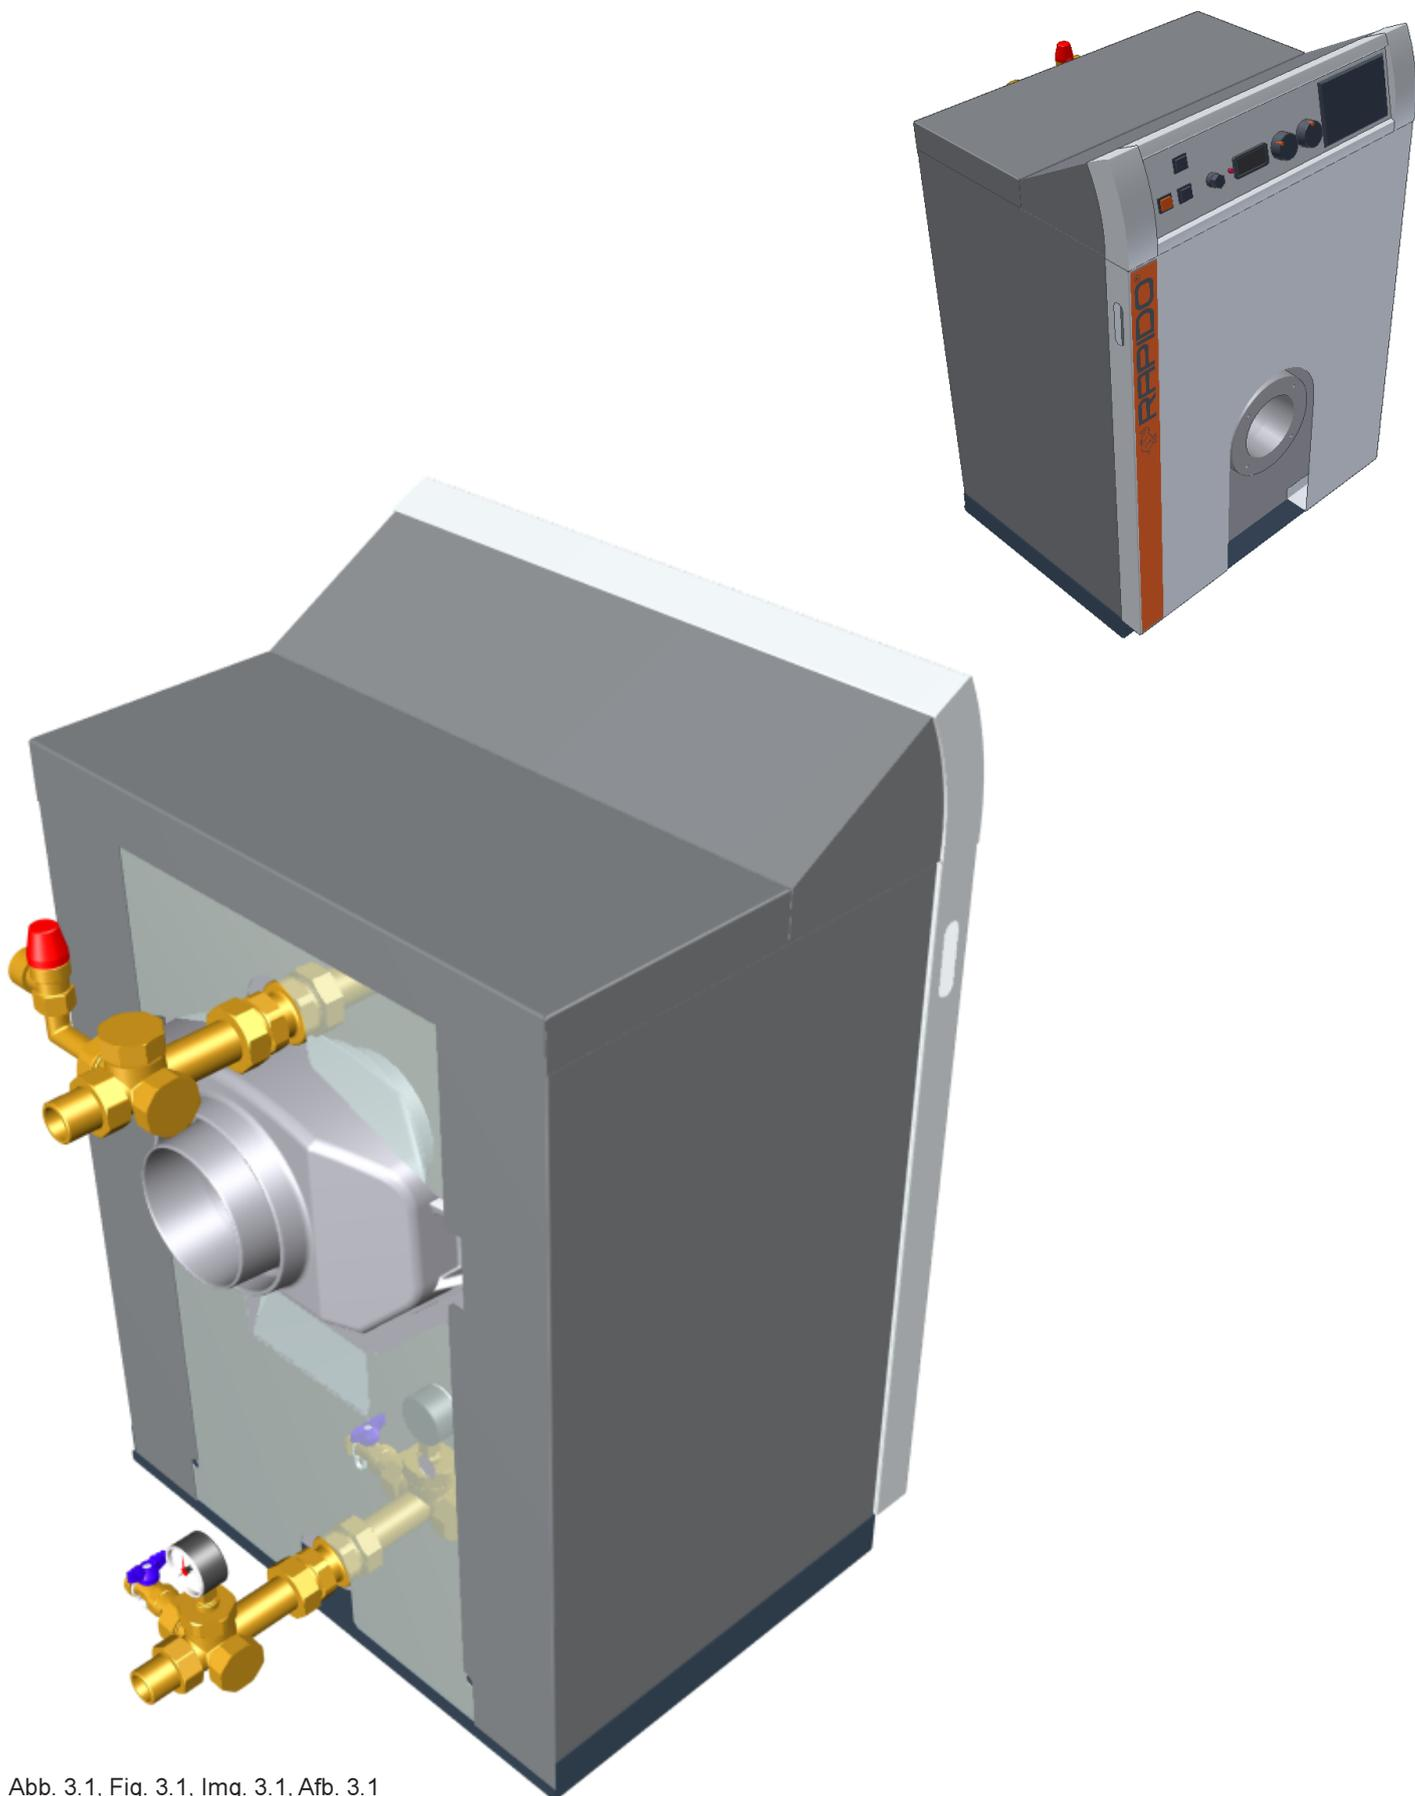

Abb. 3.1, Fig. 3.1, Img. 3.1, Afb. 3.1
- **T-Set olie:** Voorloop- en terugloopverdeler alsook reductiestukken voor ketels uit de reeks F 110 NT. Het T-Set olie wordt gebruikt bij installaties zonder sanitairwater. Bij een installatie met sanitairwater, waarvoor een element voor RAPIDO-vataansluiting gebruikt wordt, vormt het T-Set het basisstuk van dit element (Afb. 3.1).